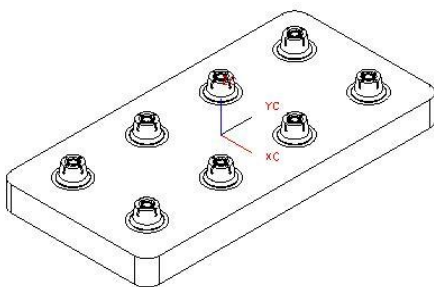

图5-76
1. 在设计区域中只显示型芯，将其他组件全部隐藏，结果如图 5-76 所示。